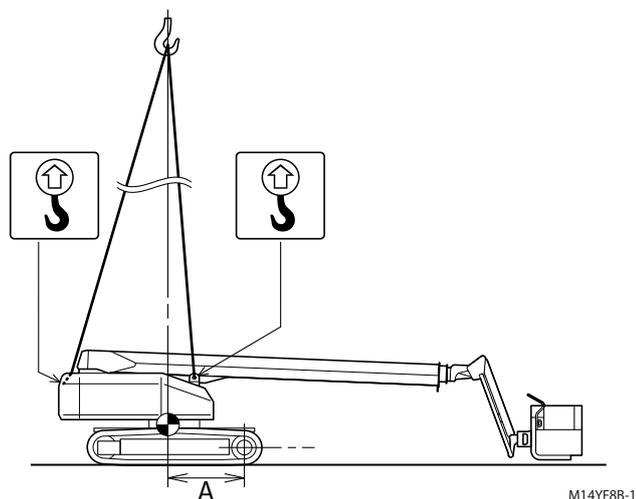

Fig. 10-6
Rétractez complètement la flèche et réglez l'élévation à peu près à l'horizontale, puis abaissez la flèche en position finale et positionnez la machine comme indiqué sur la Fig. 10-6.
Attachez solidement les câbles ou les chaînes d'élingage aux points de levage du plateau tournant illustrés sur la Fig.10-6 à l'aide d'une manille, etc.
*2 : Voir la Fig. 10-6, A.